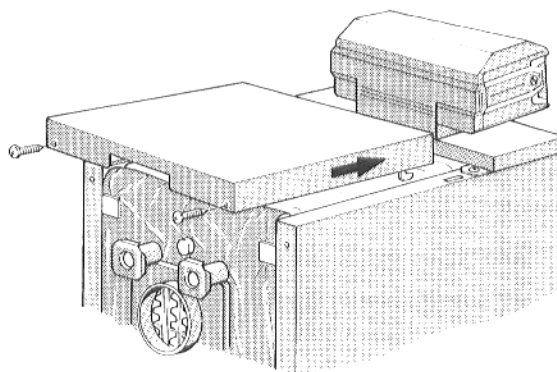

Fig. 14
- Mettere il coperchio posteriore della caldaia sulle piegature superiori dei pannelli laterali e tirarlo in avanti fino a quando i due ganci si incastrano nelle fessure del pannello laterale (Fig. 14).
- Avvitare forte con due viti autofilettanti il coperchio posteriore della caldaia sulla parte posteriore della caldaia (Fig. 14).